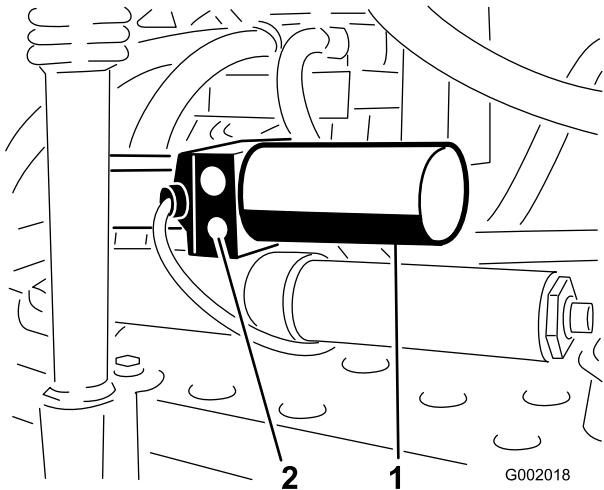

Figura 59
1. La valvola di sicurezza manuale è situata sull'attuatore di ogni barra. La valvola di sicurezza manuale è la valvola più piccola, che si trova solo su un lato del corpo dell'attuatore (Figura 59).